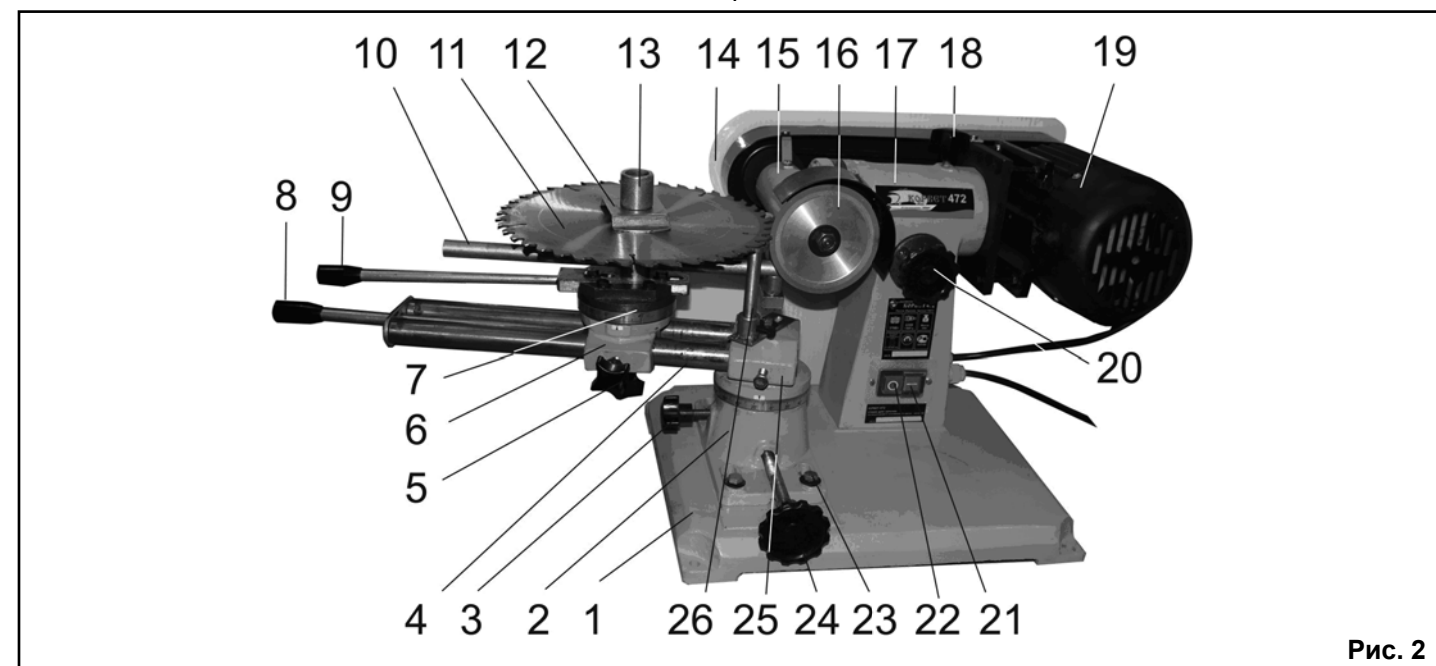
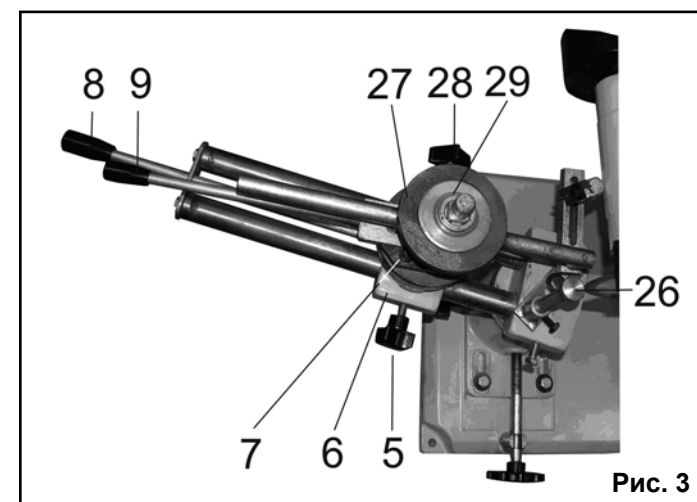

Рис. 2
Рис. 3
7.1. Машина состоит из следующих сборочных единиц и деталей (Рис.2, Рис.3)
8.1. Монтаж машины (Рис.2)
8.2. Сборка машины (Рис.2)
8.2.1. Как показано на Рис.2, установите и закрепите заточный круг (16). В зависимости от выполнения намеченной работы, заточный круг (16) устанавливайте рабочей поверхностью с наружной или внутренней стороны относительно машины.
9.1. Подготовка к работе (Рис. 3,4,5,6,7,8,9)
9.2.3. Включение машины производится нажатием на кнопку «I» (21) Рис. 2.
9.2.4. Выключение машины производится нажатием на кнопку «O» (22) Рис.2.